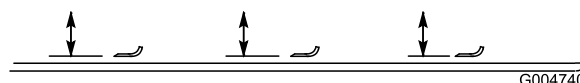

Bild 84
2. Drehen Sie die Messer, bis die Enden nach vorne und hinten zeigen und messen Sie von der Innenseite des Mähwerks bis zur Schnittkante an der Vorderseite des Messers (Bild 84).